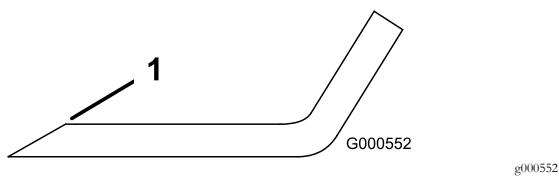

Figura 60
1. Utilice una lima para afilar el filo de corte en ambos extremos de la cuchilla (Figura 60).
**Nota:** Si la cuchilla no está equilibrada, rebaje algo el metal en la parte de la vela solamente (Figura 60).